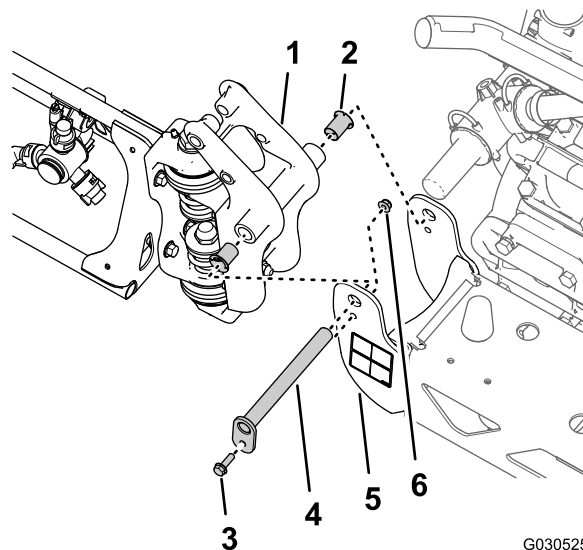

Рисунок 45
1. Удалите фланцевый болт (5/16 x 1 дюйм) и фланцевую контргайку (5/16 дюйма), которые крепят ось поворота к кронштейну оси поворота (Рисунок 45).
2. Снимите ось поворота с кронштейна оси поворота средней секции опрыскивателя и с крепления оси поворота наружной секции опрыскивателя (Рисунок 45).
3. Отделите наружную секцию опрыскивателя от средней секции опрыскивателя и снимите наружную секцию с машины (Рисунок 45).
4. Снимите 2 нейлоновые фланцевые втулки с крепления оси поворота наружной секции опрыскивателя (Рисунок 45).